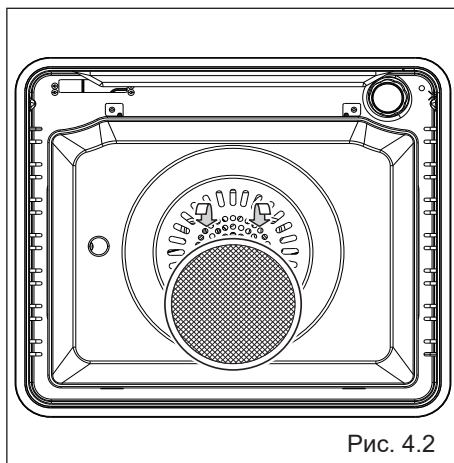

Рис. 4.2
- Специальный заслон, установленный на задней стороне духового шкафа для улавливания частиц жира, образующихся при приготовлении мяса. Вставьте жиरोулавливающие фильтры на задней стенке печи, как показано на рис. 4.2.